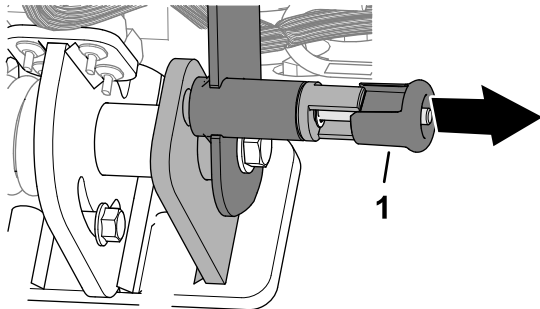

Figura 74
1. Trageți de butonul pentru elementul de blocare barei de ghidare (Figura 74).